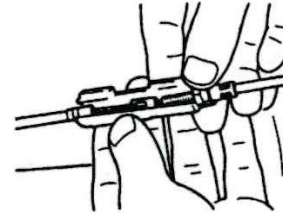

Fig. 4
- Encaja la punta del cable acelerador desde el gatillo para cortar la punta del cable desde el motor. FIG 4